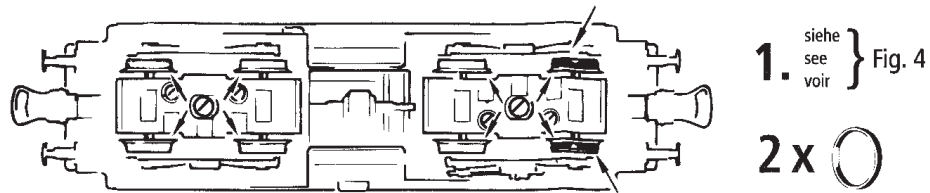

Fig. 10
Schleiferwechsel: siehe Fig. 10
A.C. operation: see fig. 10
voir fig. 10